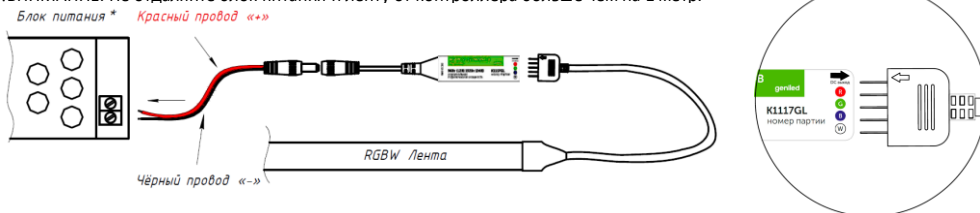

Рисунок 2 – Схема подключения контроллера, на примере подключения светодиодной ленты.
5.1.1. Подключение контроллера к светодиодной ленте осуществляется за счет пятиконтактного штеккера. Для подключения используйте ленту с данным штеккером (см. рисунок 2). Вставьте штеккер в разъемы контроллера при этом совместите стрелки на контроллере и на разъеме.
5.1.2. Подключите контроллер к блоку питания при помощи разъема «Jack». Если у блока питания отсутствует данный разъем, необходимо приобрести штеккер «Jack» и подключить контроллер к блоку согласно рисунку 2. Рекомендуется использовать блоки питания Geniled 12-24В. При выборе мощности блока питания учитывайте запас не менее 15% к мощности нагрузки. При подключении соблюдайте полярность. Красный провод – «+», черный – «-». См. рисунок 2.